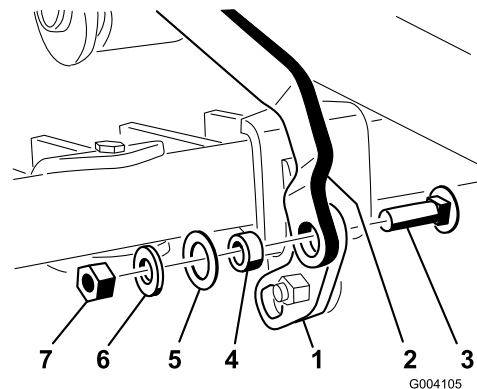

Bild 15
5. Drehen Sie das Hubpedalgelenk nach oben und befestigen Sie das rechteckige Loch an der Schwenklasche mit einer Schlossschraube (3/8 x 1-1/4 Zoll), einem Distanzstück, einer Scheibe (1 Zoll), einer Scheibe (13/16 Zoll) und einer Sicherungsmutter (3/8 Zoll) am Ende des Werkzeuggestanges, siehe Bild 15.